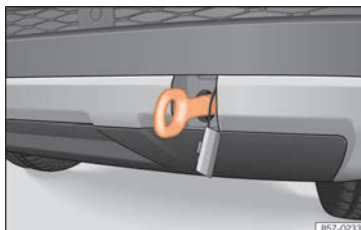

Fig. 104 En el lado derecho del paragolpes trasero: argolla de remolque enroscada.
- Enrosque la argolla de remolque en el alojamiento girándola al máximo **en el sentido contrario al de las agujas del reloj** » **fig. 104** » ❶. Utilice un objeto adecuado con el que pueda enroscar completa y firmemente la argolla de remolque en su alojamiento.